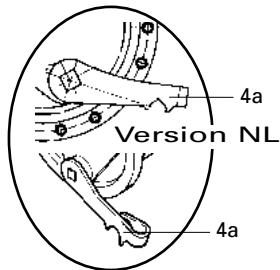

Bild 3
- Laufrad einsetzen, dabei das obere Ende des Bremsträgers (10) in die Anlötöse bzw. Rohrschelle (8) an der Gabel einführen und die Nabenachse auf Anschlag in die Ausfallenden der Gabel setzen.
- Scheiben (o. Abb.) auf Achsen auflegen und Achsmuttern (1) mit einem Anzugsmoment von 30...40 Nm festziehen.
- Zugseil mit Gabelstück (5) am Bremshebel (4) einhängen.
- Für Trommelbrems-Naben in NL-Ausführung (mit Hebel 4a) nur original Holland-Bremszug verwenden (Gabelstück (5) ist hierfür nicht verwendbar) (Bild 3)